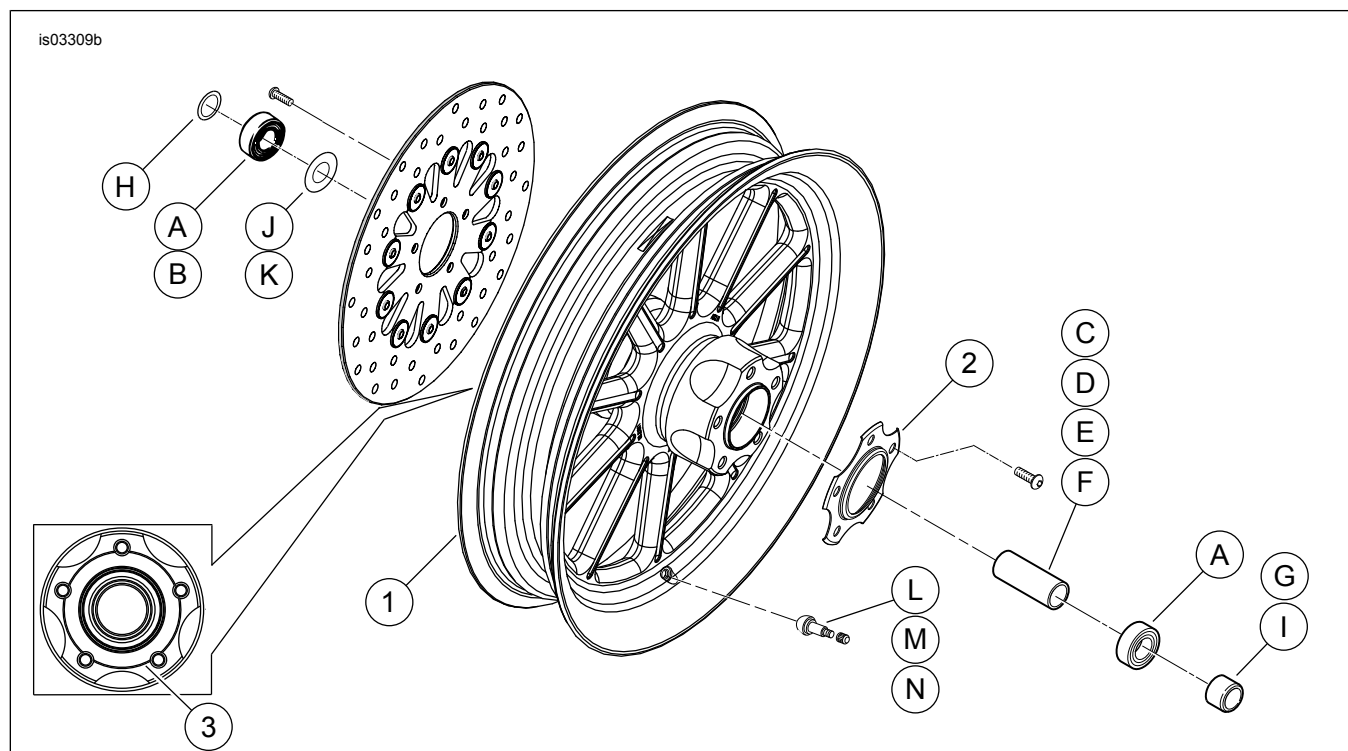

Figura 2. Peças de reposição: Roda dianteira Revolver (roda de 16 pol. mostrada)
2. Veja Figura 2. Instale o conjunto da haste da válvula ( M ) na roda. Consulte PNEUS no Manual de serviço.
- Veja Figura 2. Para modelos de disco duplo, instale os discos do freio conforme o Manual de serviço. A calota cromada (2) não é usada.
- Veja Figura 2. Para modelos de disco simples, instale o disco do freio conforme o Manual de serviço. A calota cromada (2) é instalada no lado oposto da roda de onde está o disco de freio.